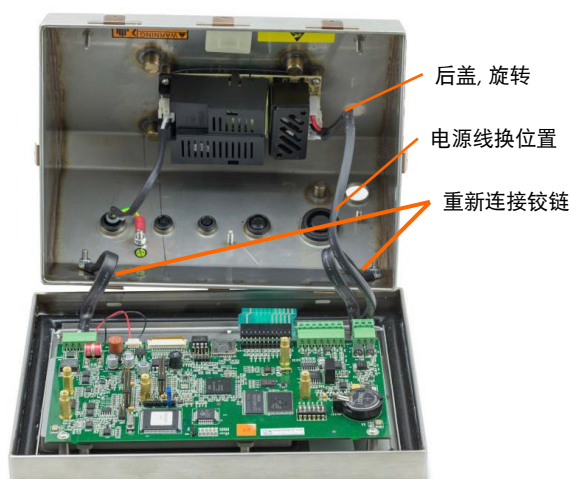

图2-5: 后盖反转后视图
- M. 小心地把后盖转 180 度然后用步骤D中拿下来的螺母重新将地线固定好（图 2-5），